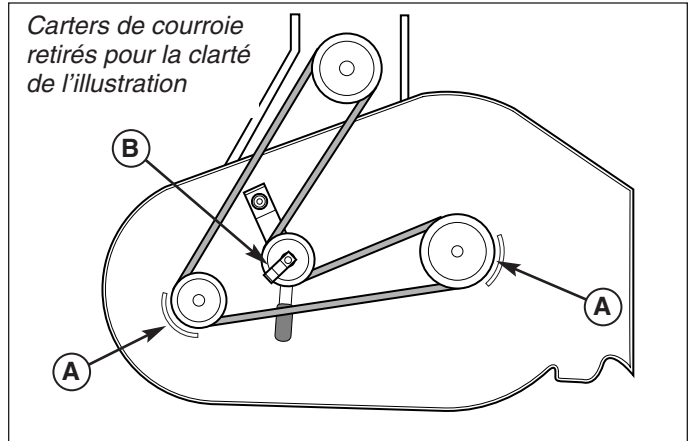

Figure 31. Configuration de la courroie de tondeuse de 97 cm
3. Retirer la courroie usée et installer la nouvelle courroie sur les poulies, comme illustré à la figure 31.